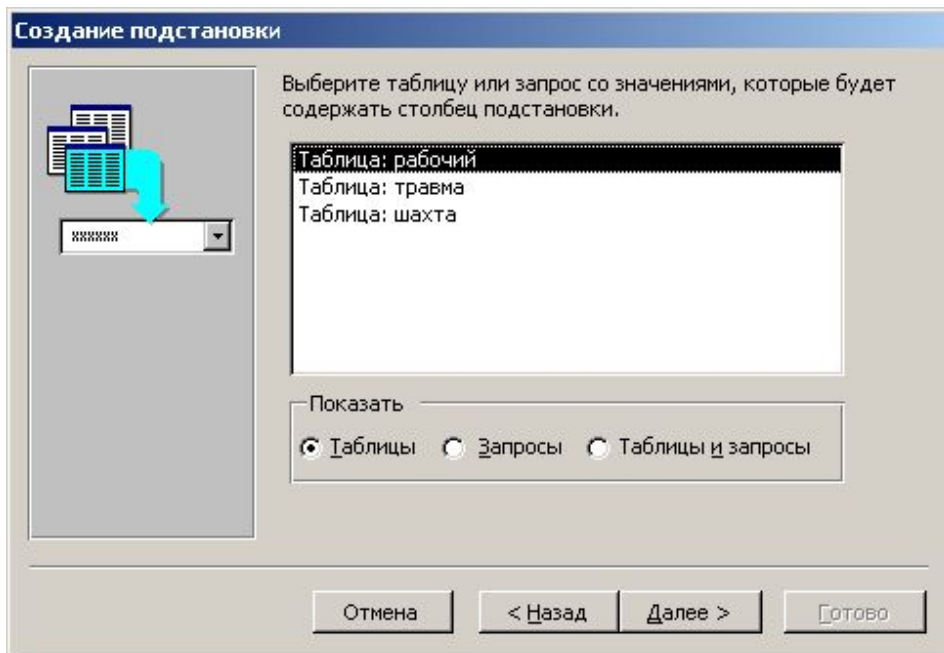

Рис. 2.4 – Вікно створення підстановки
4. У вікні, що з'явилося (рис. 2.4), варто вибрати таблицю, з якої будуть підставлятися значення поля (для нашого приклада, таблицю "ТРАВМА"), і натиснути кнопку **Далее**